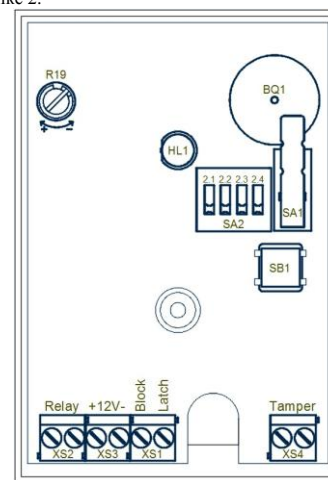

Рис. 2. Вид платы извещателя с установочными элементами
На плате обозначены (см. рисунок 2): XS1 (Block) – клемма включения функции блокировки срабатывания извещателя. На время подачи на клемму напряжения постоянного тока от 3 до 16 В;
- подключить провода к клеммам в соответствии с их назначением (см. рисунок 2);
Настройка максимальной дальности обнаружения извещателя производится с помощью DIP-переключателя SA 2.3 (см. рисунок 2):
В извещателе реализована плавная настройка чувствительности к механическим воздействиям при помощи потенциометра R19 (см. рисунок 2).